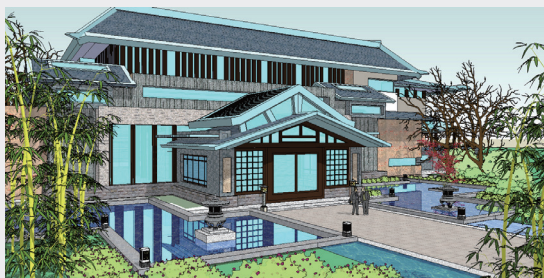

图3-141
- 06 转动至如图3-141所示的画面时释放鼠标, 然后添加“场景3”。